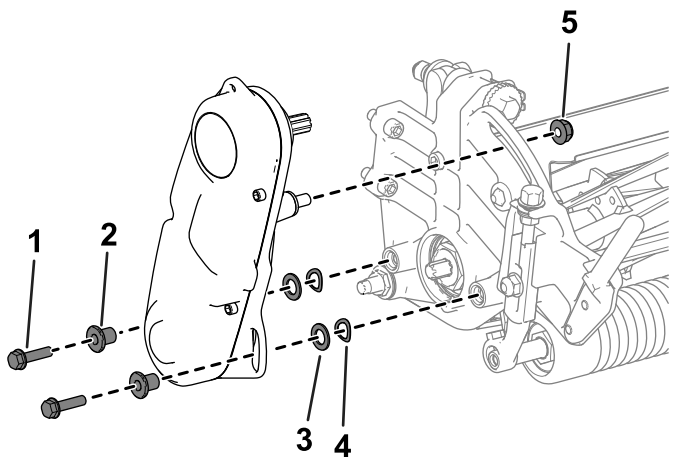

Рисунок 3
1. Снимите детали крепления узла привода барабана к боковой пластине (Рисунок 3).
2. Снимите узел привода барабана, плоские шайбы, пружинные шайбы и проставки с боковой пластины (Рисунок 3).